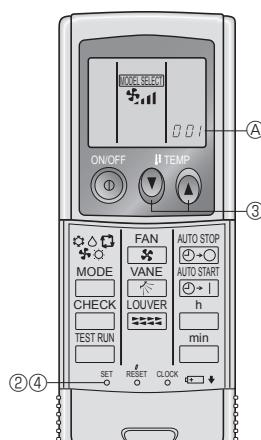

Fig. 6-3
3) Instellen (Fig. 6-3)
- ① Plaats de batterijen.
② Druk op de toets SET met een puntig voorwerp.